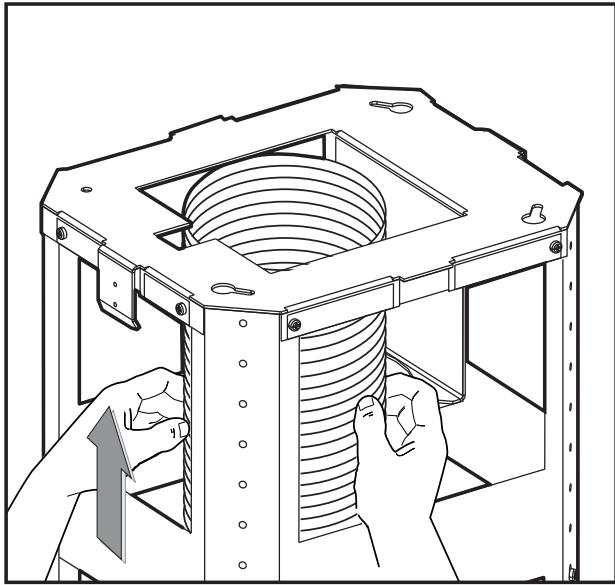

Fig.6
- Fije el tubo flexible al agujero de evacuación de aire preparado (**Fig.6**).